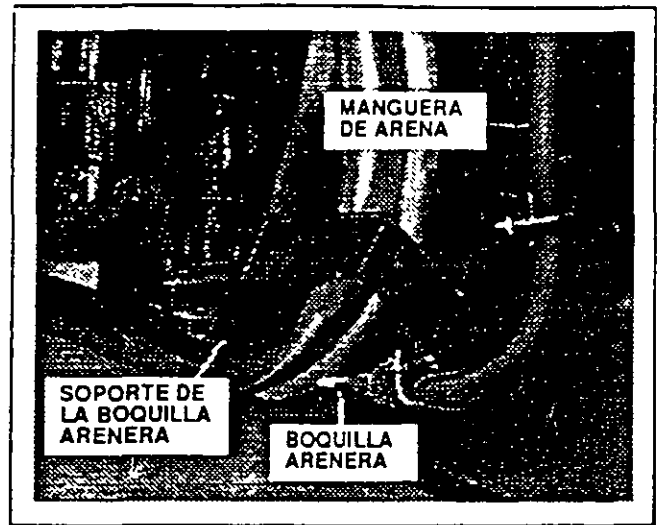

FIG. 2. LA BOQUILLA ARENERA DEBERA ESTAR LOCALIZADA DE MANERA QUE LA ARENA SEA APLICADA AL RIEL EN LA RUEDA E-32878-S
5. Revise las condiciones de las mangueras de arenamiento y boquillas por flexibilidad, que no estén cortadas, agrietadas u obstruidas. Reemplace aquellas componentes que se encuentren dañadas. Asegúrese que la boquilla esté colocada correctamente para que dirija el chorro de arena directamente hacia el punto donde la rueda hace contacto con el riel (Fig. 2).